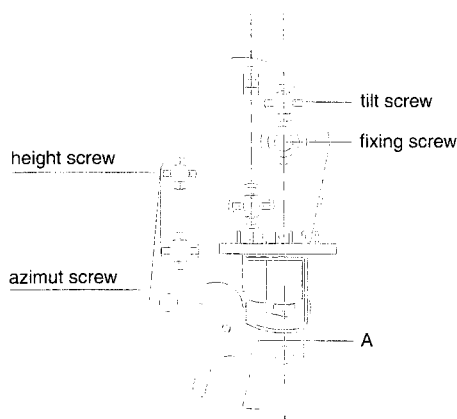

Abbildung 10-4
Die Befestigungsschraube (A) (siehe Abbildung 10-4) und den Stecker abziehen.